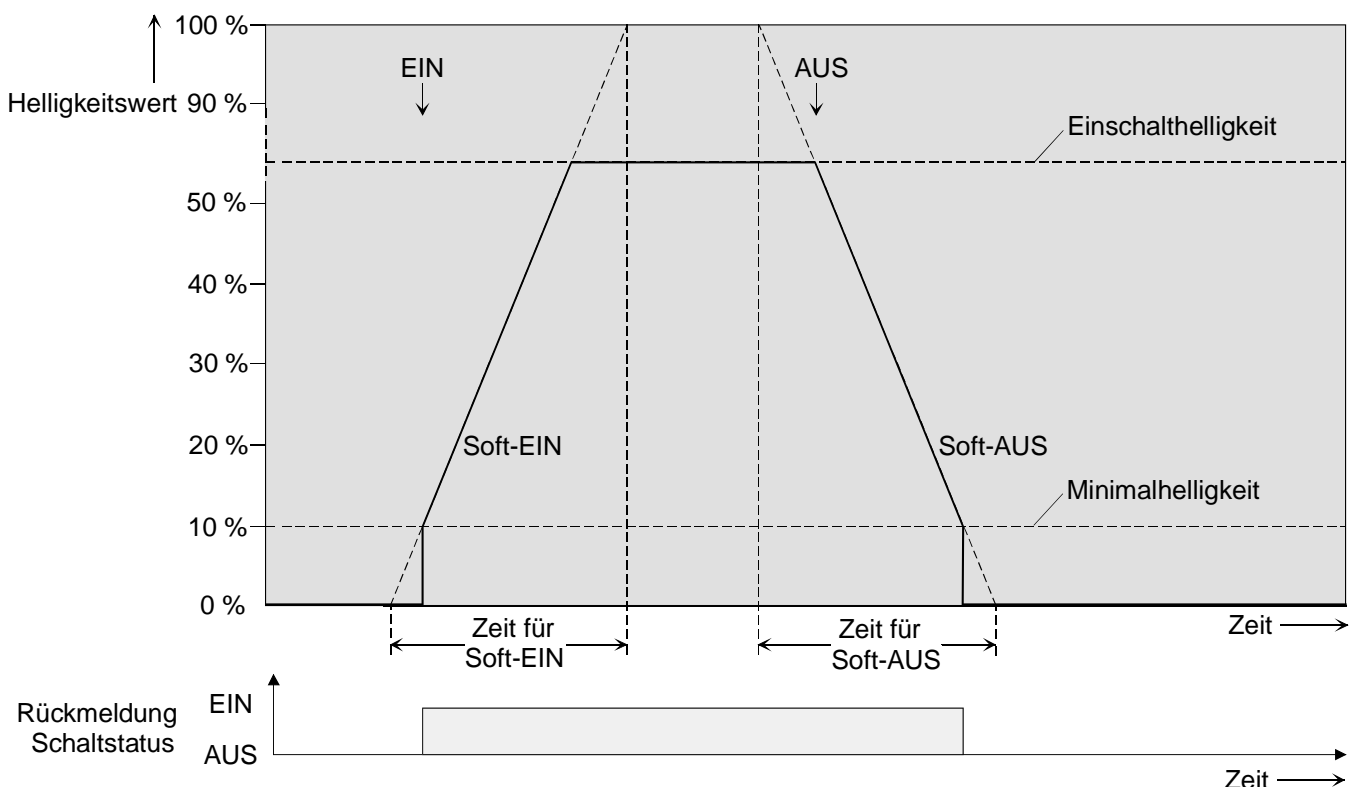

Bild 22: Dimmverhalten der Soft-EIN/AUS-Funktionen
Bei aktivierter Soft-EIN-Funktion wird beim Einschalten ein Dimmvorgang bis zur parametrisierten Einschalthelligkeit ausgeführt. Das erfolgt auch dann, wenn die DALI-Gruppe bereits auf einen Helligkeitswert kleiner Einschalthelligkeit eingeschaltet ist. Analog wird bei der Soft-AUS-Funktion beim Empfang eines AUS-Telegramms ein Dimmvorgang auf 0 % Helligkeit ausgeführt (vgl. Bild 22).
- i** Der Dimmvorgang einer Soft-EIN-Funktion beginnt bei der im ETS Plug-In konfigurierten Minimalhelligkeit. Wenn eine DALI-Gruppe ausgeschaltet ist (Helligkeitswert = 0 %) und eingeschaltet wird, springt die Gruppe die parametrisierte Minimalhelligkeit an und beginnt mit dem Soft-EIN-Dimmvorgang auf Einschalthelligkeit (vgl. Bild 22).